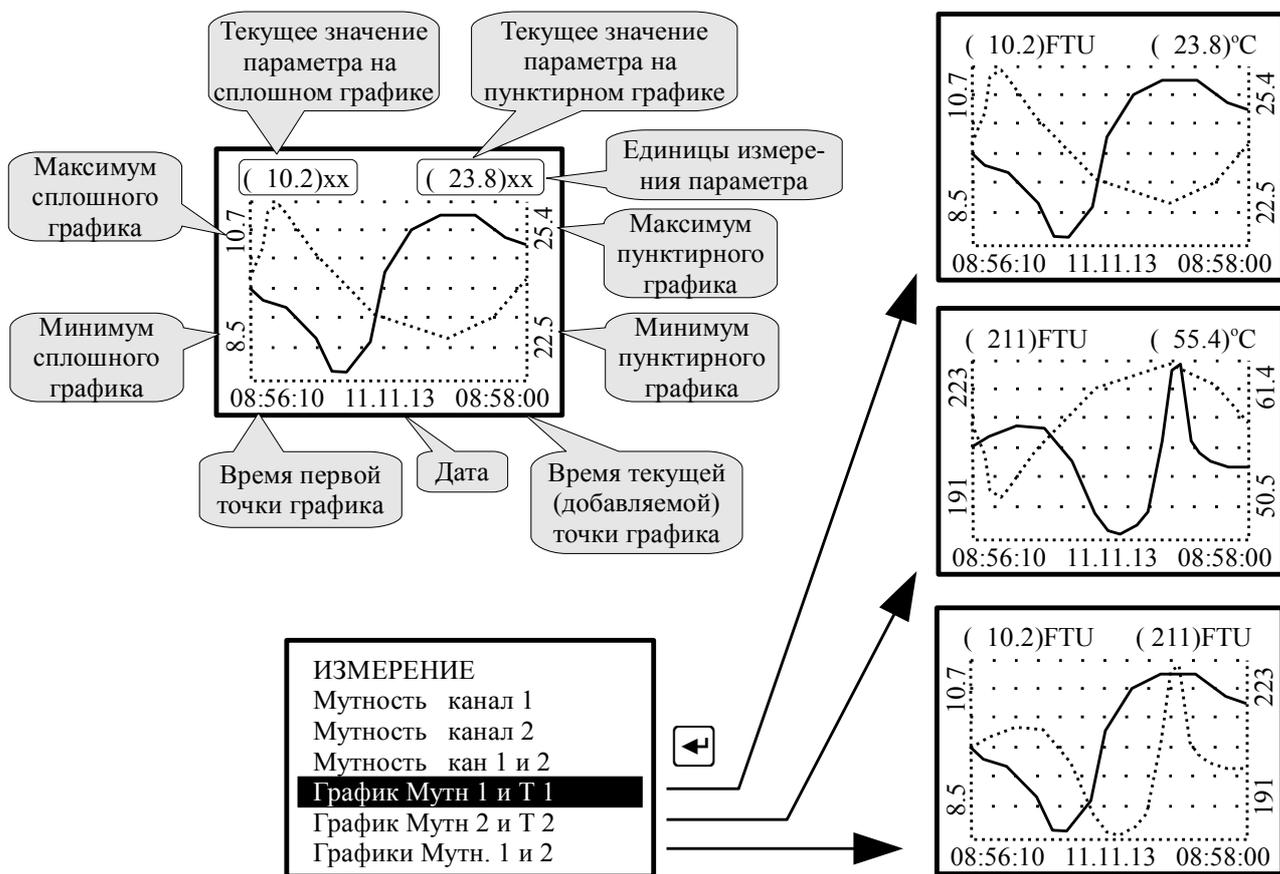

Рисунок 3 - Выбор графического отображения измеренных параметров
8.3.2 **График Мутн 1 и Т 1.**, **График Мутн 2 и Т 2** и **Графики Мутн. 1 и 2** - отображение измеренных данных в виде графика (Рисунок 3).